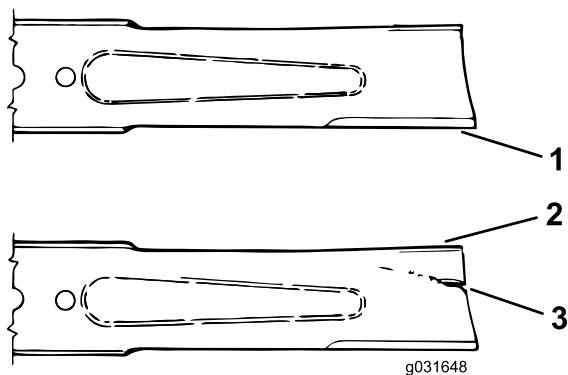

图 73
- 仔细检查刀片的剪草端特别是刀片平面和曲面交接的部分 (图 73)。